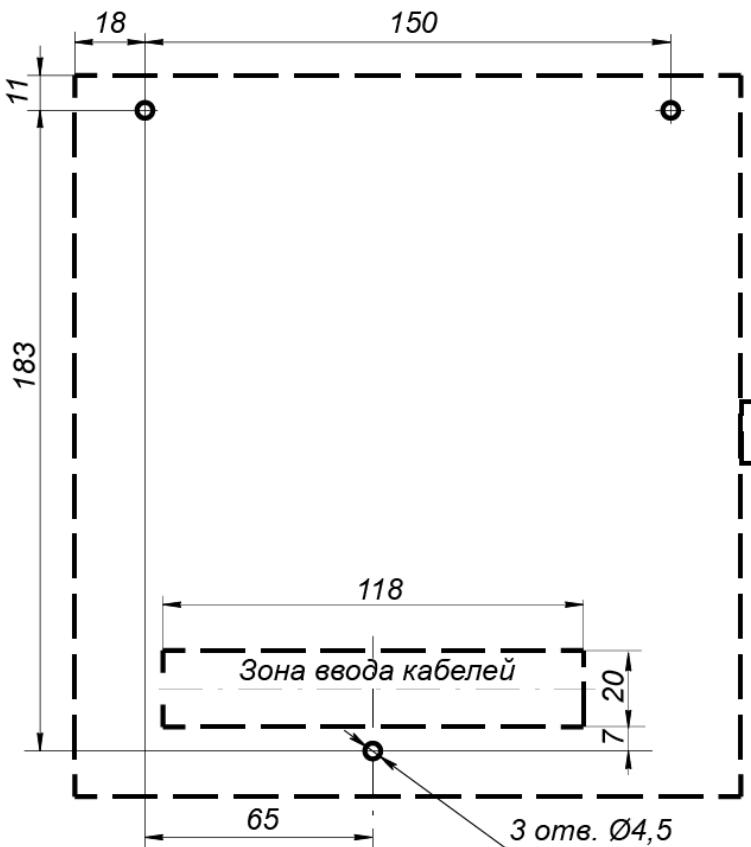

Рисунок 2. Разметка отверстий для монтажа контроллера
3. Произведите разметку и разделку отверстий на установочной поверхности для крепления корпуса контроллера и подводки кабелей согласно рис. 2. Осуществите прокладку кабелей связи, питания и Ethernet к месту установки контроллера.